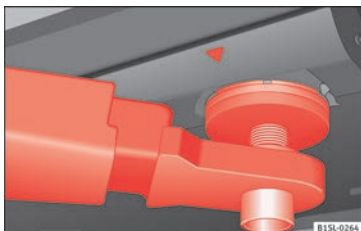
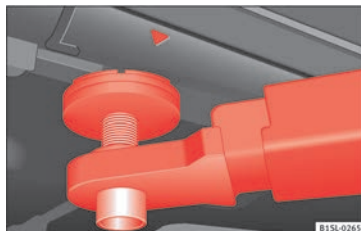

Fig. 159 Points d'appui avant pour lever le véhicule avec un pont-élévateur ou un cric.
Fig. 160 Points d'appui arrière pour lever le véhicule avec un pont-élévateur ou un cric.
Pour lever le véhicule, vous devrez uniquement utiliser les points indiqués dans les figures » **fig. 159** et » **fig. 160**. Si le véhicule n'est pas levé par les points indiqués, cela peut provoquer des dommages » ❶ et de graves blessures » ⚠.
- Pour lever le véhicule, vous devrez uniquement utiliser les points indiqués dans les figures » **fig. 159** et » **fig. 160**. S'il n'est pas levé par les points indiqués, il pourrait tomber du pont-élévateur lors de la réalisation d'opérations de dépose du moteur ou de la boîte de vitesses, par exemple.